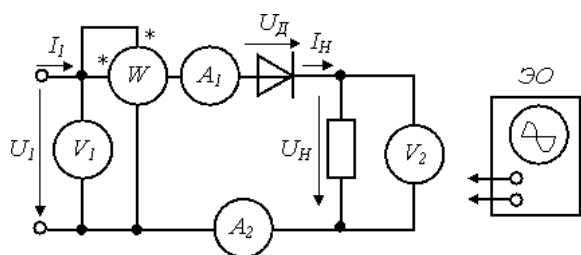

Рис. 16.1. Схема однофазного
1. Собрать схему (рис. 16.1). Для измерения напряжения U , тока I и активной мощности P источника использовать приборы электромагнитной системы, а напряжения U_{Hcp} и тока I_{Hcp} нагрузки - приборы магнитоэлектрической системы, реагирующие на средние значения величин. В качестве нагрузки использовать реостат с сопротивлением 100 Ом, а в качестве диода - один из вентилях трехфазной мостовой схемы.